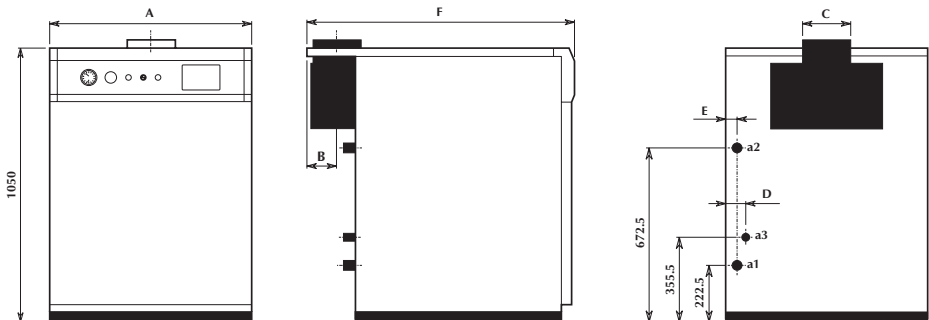

Abb. 1
2.01. Daten bezüglich der Dimensionen (siehe Abb. 1 und Tabelle 2)